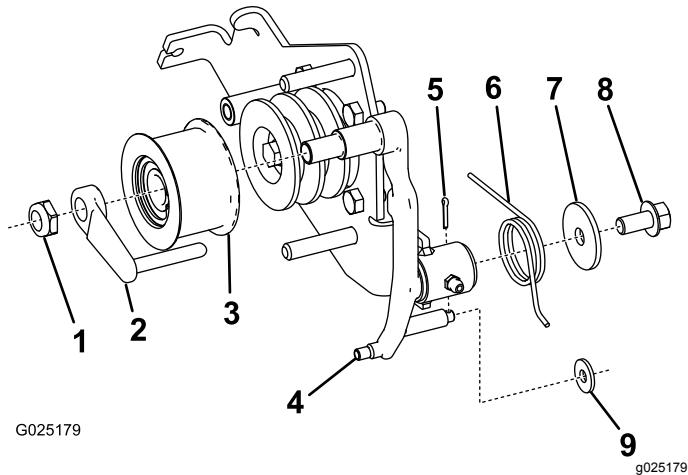

Figure 2
4. Fixez le levier d'embrayage neuf au support d'embrayage neuf au moyen du ressort antagoniste, de la rondelle et du boulon des anciens levier et support d'embrayage (Figure 2).